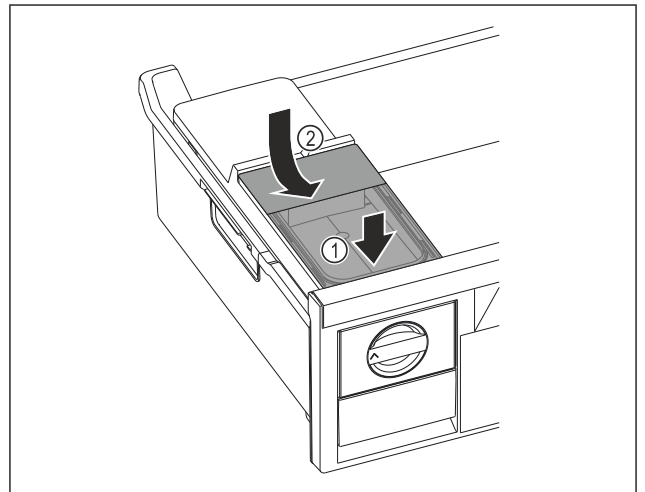

Fig. 72
- ▶ Su deposunun ön tarafını yerleştirin. Fig. 72 (1)
- ▶ Su deposunun arka kısmını aşağı indirin. Fig. 72 (2)